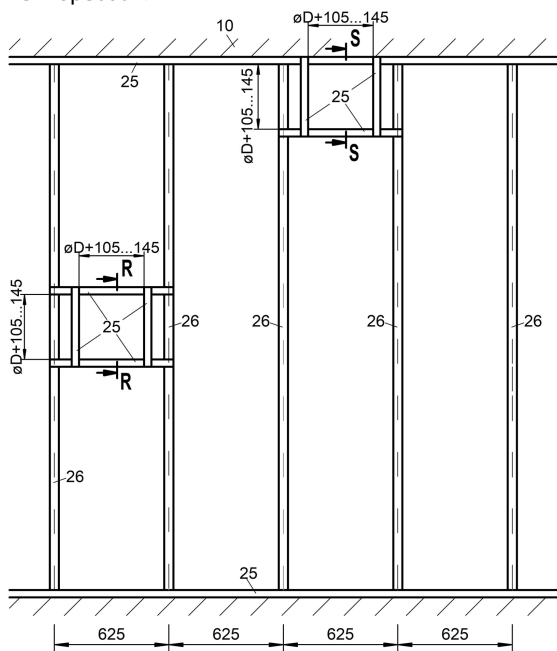

Abbildung 34: Metallständerwerk mit erforderlichen Auswechslungen für Nasseinbau einer BRS, vollständige Ausmörtelung
- Metallständerwerk und Wand gemäß den Angaben des Wandherstellers herstellen und Auswechslungen entsprechend der Abbildung 34 vorsehen. Umlaufende Auskleidung der Laibungen mit GKF-Platten (Pos. 23.1) berücksichtigen.